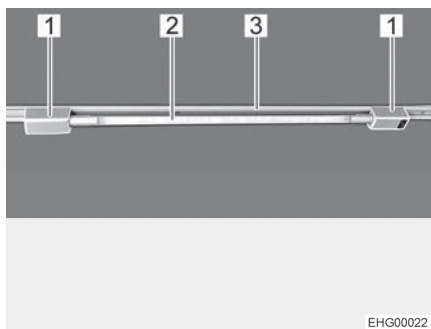

Bild 54 Lysrör
- Sätt in båda hållarna (Bild 54,1) i skenan (Bild 54,3). Vrid hållaren med 90°.
- Sätt in ljuskällan (Bild 54,2) i en av hållarna.
- Vrid på ljuskällan (Bild 54,2) tills önskad ljusstyrka har uppnåtts.